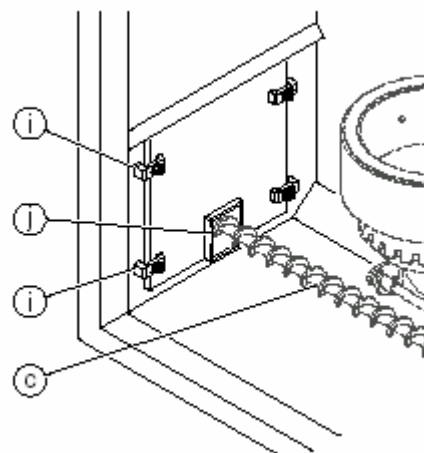

Abb. 15 Befestigung Entschungsrahmen
- Klemmbriden (i) innerhalb des Feuerraums lösen und Entschungsrahmen entnehmen. (Abb.15)
- Entschungsrahmen in linke Kesselseite einsetzen – dabei beachten, dass der Lagerstützen (j) unten positioniert sein muss. (Abb. 15)
- Entschungsrahmen mit 4 Klemmbriden (i) sichern (Abb. 15).